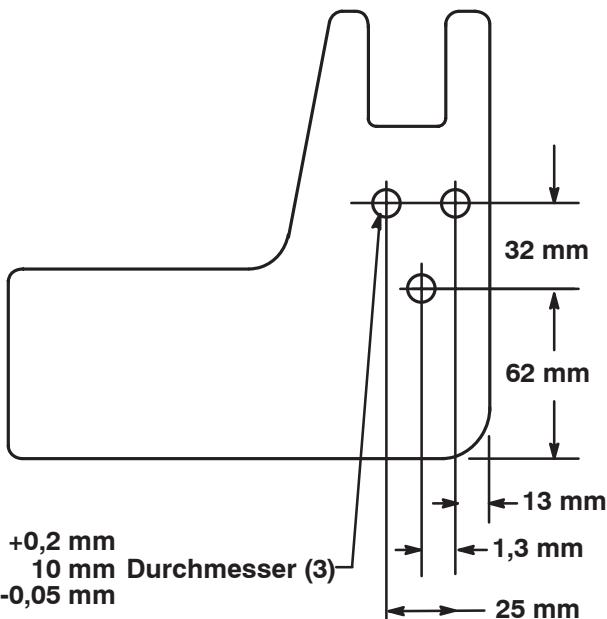

Bild 6
Hinweis: Wenn die Befestigungslöcher des hinteren Wiegearms nicht in den Hubarmen sind, lesen Sie die Abmessungen in Bild 6 nach und markieren und bohren Sie die benötigten drei Löcher (10 mm Durchmesser) in jedem Hubarm.
- Schieben Sie den Trägerrahmen auf die Hubarme und richten Sie diese an den Befestigungslöchern aus. Befestigen Sie jede Seite des Trägerrahmens mit 3 Kopfschrauben (1/2 x 1–1/2 Zoll) an den Hubarmen. Ziehen Sie die Kopfschrauben mit 95 bis 108 Nm an (Bild 6).